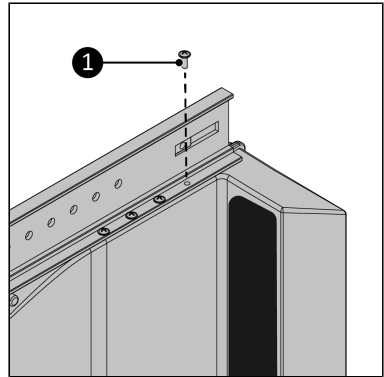

Abbildung 148.
- Schrauben Sie die Hauptschiene mit den acht 3,5 x 12 mm Schrauben (Abbildung 148, Pos. 1) am Way-out fest. Stellen Sie sicher, dass alle Schraubenlöcher übereinstimmen.